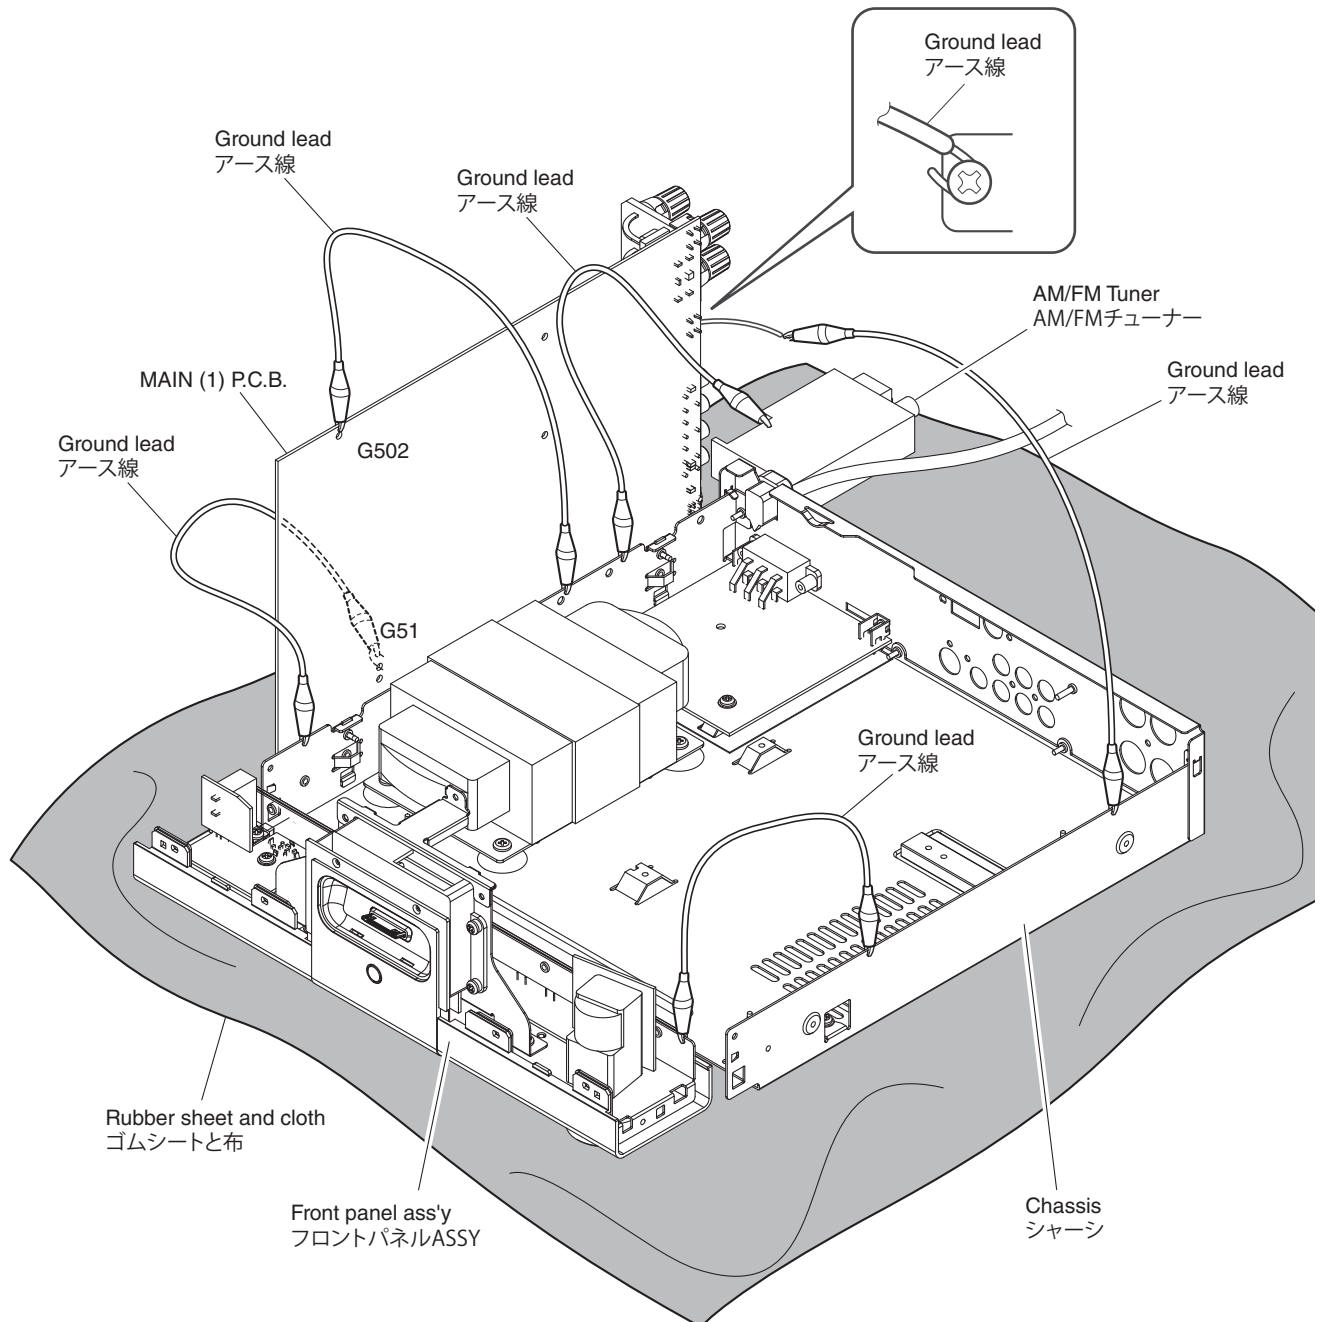

Fig. 3
- Spread the rubber sheet and the cloth. Then place the sub chassis unit on the cloth and check it. (Fig. 3)
- Connect the ground point of the front panel ass'y, MAIN (1) P.C.B. and AM/FM tuner to the chassis with a ground lead or the like. (Fig. 3)
- ゴムシートと布を敷き、その上にサブシャーシユニットを置いてチェックします。(Fig.3)
- フロントパネル ASSY、MAIN (1) P.C.B. と AM/FM チューナーのアースをアース線等でシャーシに接続してください。(Fig.3)